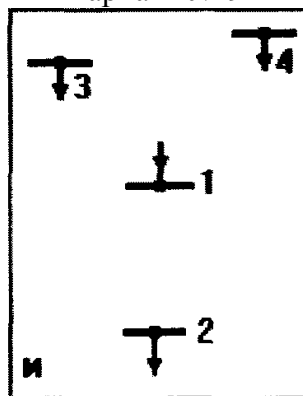

Рисунок 3.1 - Схема расположения узлов источника питания и электрических нагрузок
3.1. Объект проектирования: электроэнергетическая система (рисунок 3.1). Вариант 9.
Расположение узлов источников питания электроэнергией и нагрузок потребителей показано на карте-схеме сети электроэнергетической системы (рисунок 3.1). Климатические условия электроэнергетической системы даны в таблице 3.1. Электроэнергетическая характеристика потребителей электроэнергии представлена в таблице 3.2.